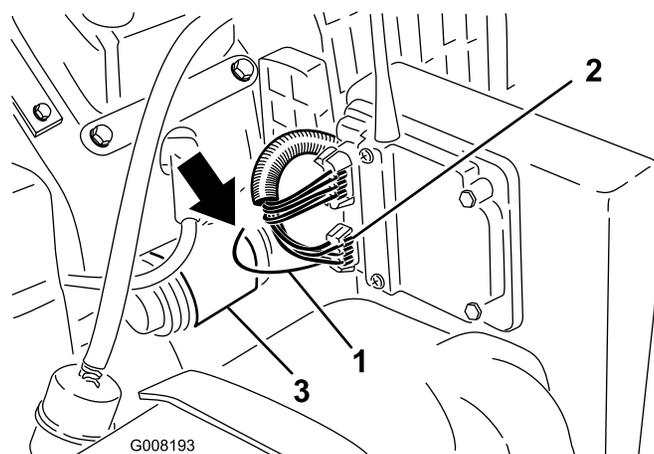

Figura 22
1. Localize o fio amarelo com uma lista preta que se encontra na tubagem da cablagem que parte do conector de 6 pinos no receptor (Figura 22). Retire o fio da tubagem.